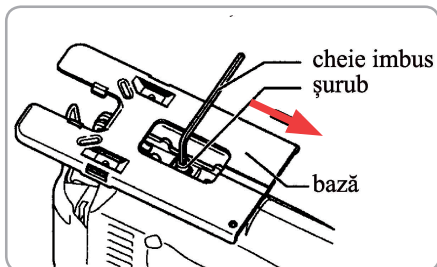

Fig.7
- Apoi strângeți șurubul pentru a fixa baza mașinii. Fig.7